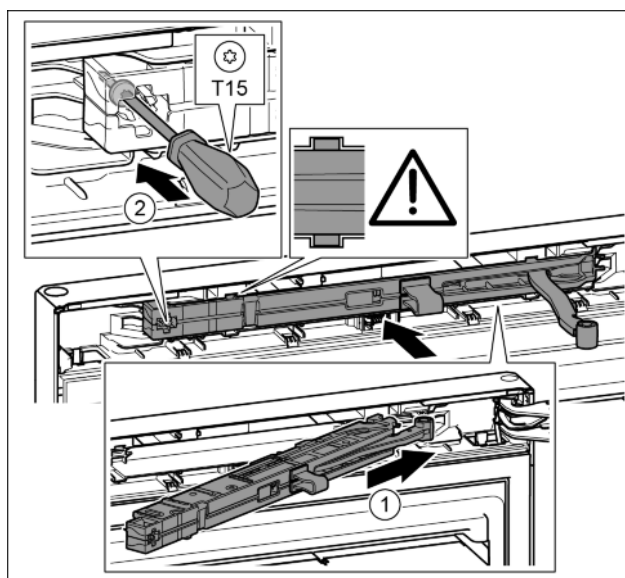

Fig. 20
- Jednotku tlumiče zavírání na straně stojanu ložiska zasuňte až na doraz šikmo do výklenku. Fig. 20 (1)
- Šroubovákem T15 pevně utáhněte šroub. Fig. 20 (2)